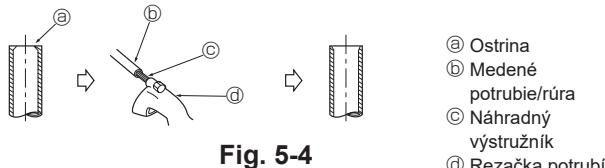

Fig. 5-4
5.2.2. Odstránenie ostrín (Fig. 5-4)